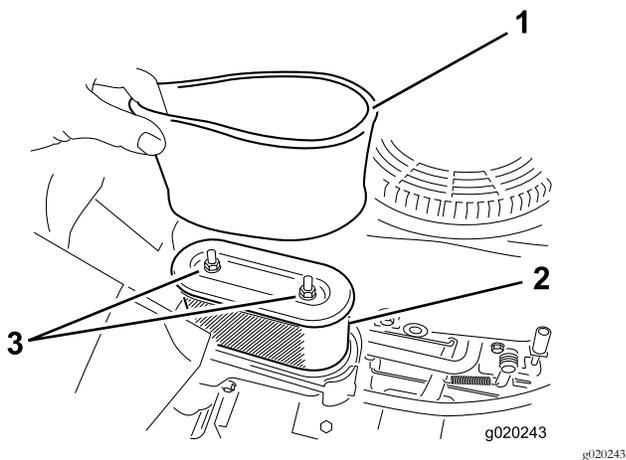

Figure 28
4. Retirez avec précaution les éléments en mousse et en papier du boîtier du filtre à air (Figure 28).
1. Montez l'élément en mousse sur l'élément en papier (Figure 28).